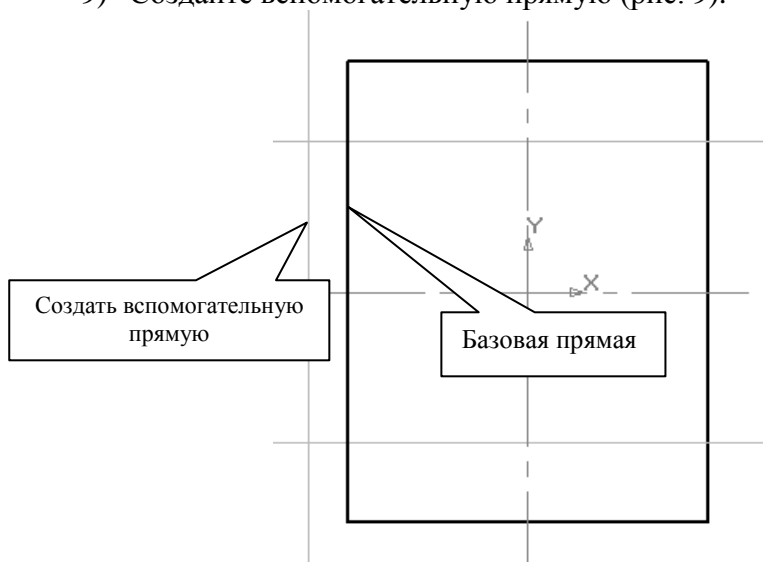

Рис. 9
9) Создайте вспомогательную прямую (рис. 9).